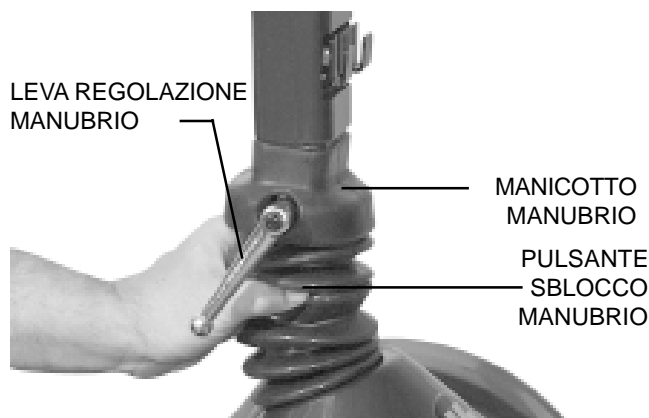

FIGURA 10. REGOLAZIONE INCLINAZIONE MANUBRIO
1. Ruotare la leva di regolazione manubrio in senso antiorario fino a sbloccare il manubrio. Nel caso in cui la leva regolazione manubrio si impigli nel cestello, tirarla verso l'esterno e ruotare in senso orario, liberandola. Continuare ad allentare finché il manubrio non risulti mobile. Si veda figura 10.